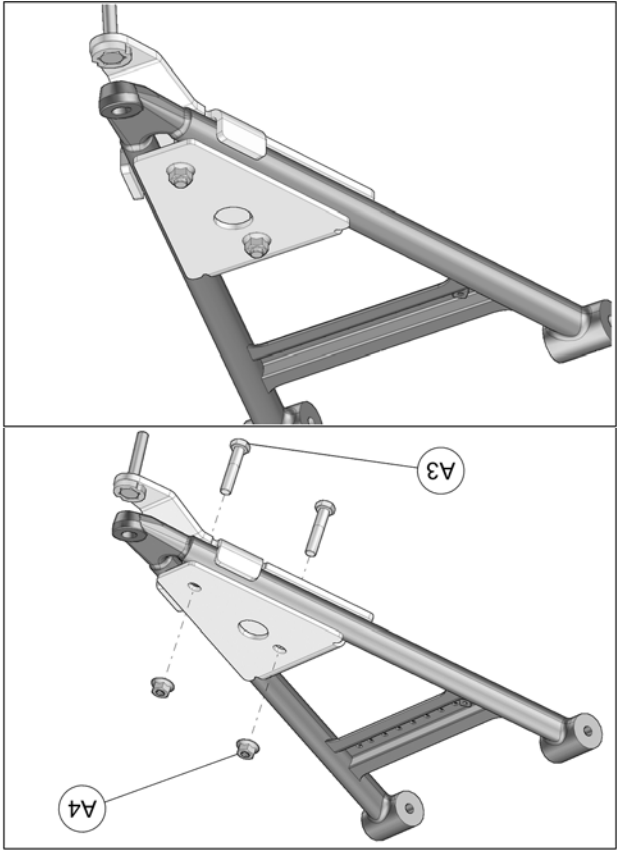

Fig. 18
6. Insérer les boulons M10x50 mm (A3) par le dessous de l'ancrage. Assembler les deux parties avec les écrous (A4) fournis. Serrer l'assemblage à un couple de 50 N•m [37 lb•pi]. Voir la Fig. 18